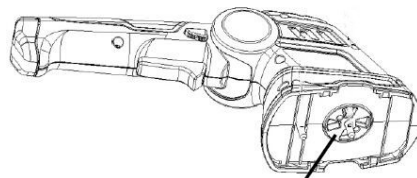

Fig. 10
2. Una vez que haya retirado la cuchilla, podrá ver las ruedas dentadas del engranaje (Fig. 10). Asegúrese de que no entre suciedad en el reductor cuando cambie la cuchilla. Para montar, proceder en orden inverso.